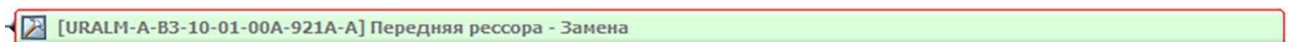

Рисунок 348
3) Введите название модуля данных (рисунок 348). Для этого: